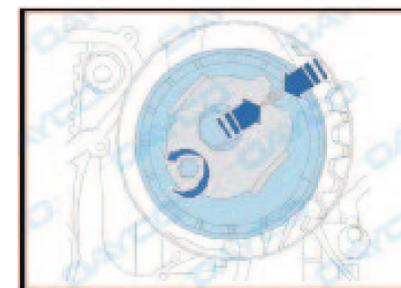

Fig. 1.13
- Gire el tensor en sentido antihorario hasta alinear las referencias indicadas (Fig. 1.13).